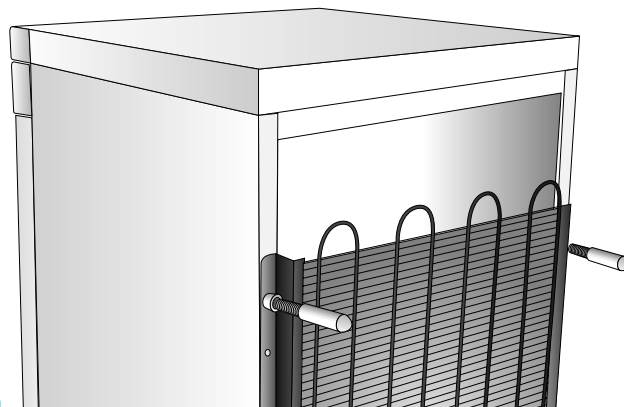

fig. 4
- F) Se l'apparecchio è dotato di distanziali (Fig. 4) applicateli sulla parte superiore del condensatore posto sulla parete posteriore.
F) If the refrigerator is supplied with wall spacers fit these to the back side of the appliance at the top of the condenser (fig. 4)
- F) Wenn sich in der Packung Wandabstandhalter (Abb. 4). befinden, sind diese am oberen Teil des Kondensators zu montieren.
- F) Si l'appareil est muni d'entretoises (Fig. 4) montez-les sur la partie supérieure du condenseur (radiateur) placé sur la paroi postérieure.
- F) Si el aparato está provisto de distanciadores (Fig. 4), colocarlos en la parte superior del condensador (radiador) situado en la pared posterior.
- F) Se o aparelho possuir espaçadores (Fig.4), aplique-os na parte de cima do condensador (radiador), o qual está colocado na parede traseira.